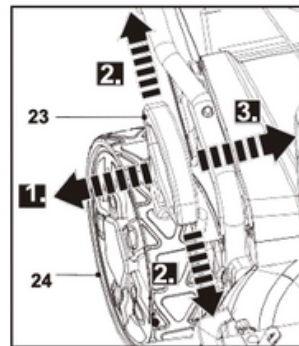

Abb. 20
1. Stellen Sie den Schnitthöhenverstellhebel (24) höher als die vorletzte Position ein (Abb. 20).
1. Ziehen Sie den Schnitthöhenverstellhebel (23) in Richtung Hinterrad (24) (Abb. 20, Schritt 1), und bewegen Sie ihn anschließend nach vorne oder hinten zur gewünschten Schnitthöhe (Abb. 20, Schritt 2).
2. Lassen Sie den Hebel (23) los und stellen Sie sicher, dass er in der gewählten Position korrekt einrastet (Abb. 20, Schritt 3).